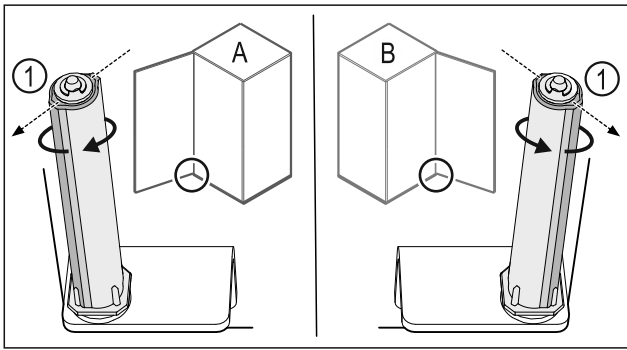

Fig. 42 Butée à gauche (A) / butée à droite (B)
- ▶ Tourner le système de fermeture contre la résistance jusqu'à ce que son arête Fig. 42 (1) pointe vers l'extérieur.